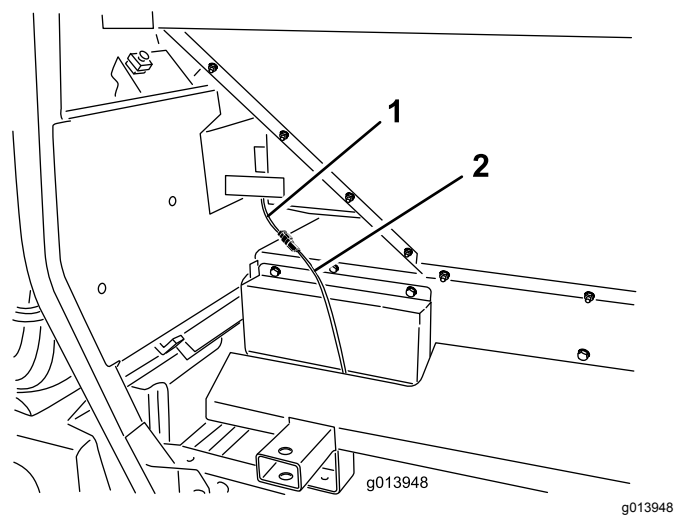
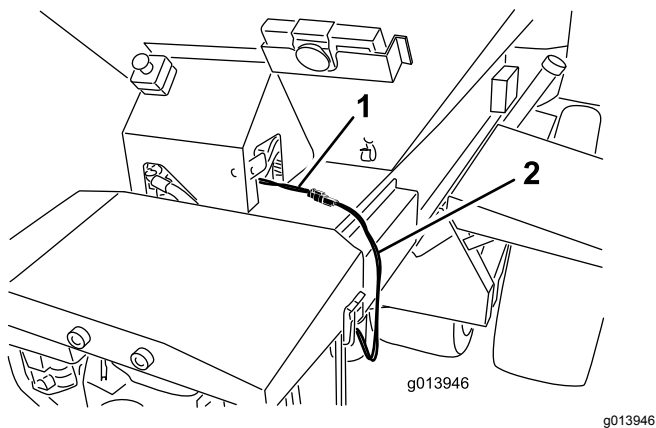

図 19
図 18
46. 中間ワイヤハーネスを、プロパスの電源ハーネスのコネクタに接続する 図 18 または 図 19。